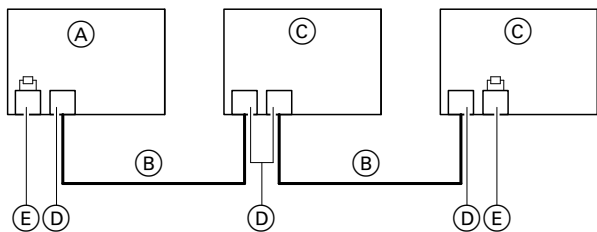

Abb. 50
- Der Viessmann CAN-BUS ist für die BUS-Topologie „Linie“ mit beidseitigem Abschlusswiderstand (Terminierung) ausgelegt: Siehe Abb. 50.